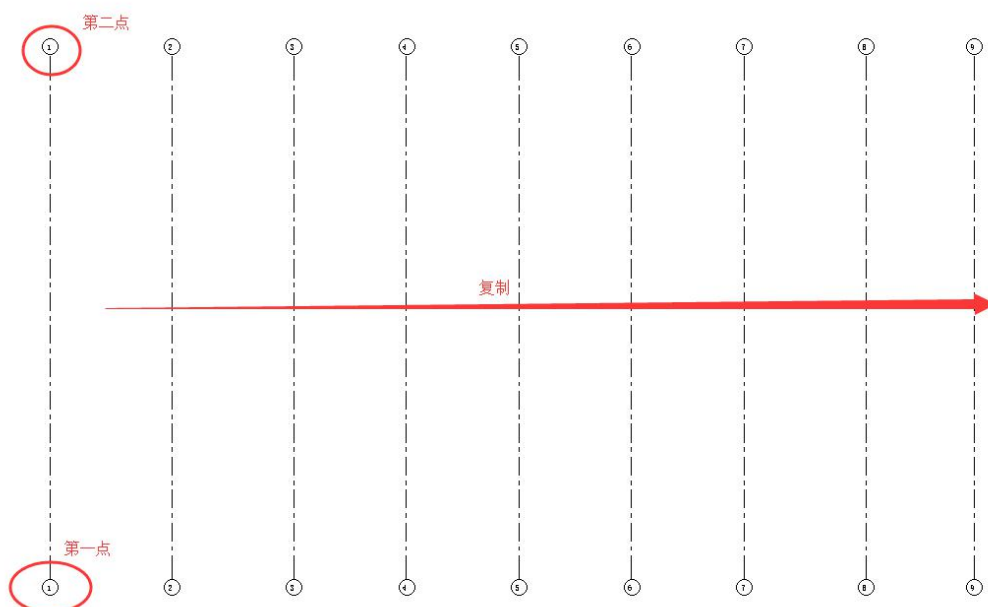

图 2-16 纵向定位轴线创建
• 单击选择 1 号轴线，单击工具栏“复制”命令，选项栏勾选“约束”和“多个”。移动光标在 1 号轴线上单击捕捉一点作为复制参考点，然后水平向上移动光标，停住鼠标后输入轴线间距值“7800”，按“Enter”键进行确认，创建 2 号轴线；继续右移鼠标，分别输入 7800、7200、7200、7200、7200、7800、6900，分别创建 3、4、5、6、7、8、9 号轴线（图 2-16），按 ESC 两次退出轴网命令。